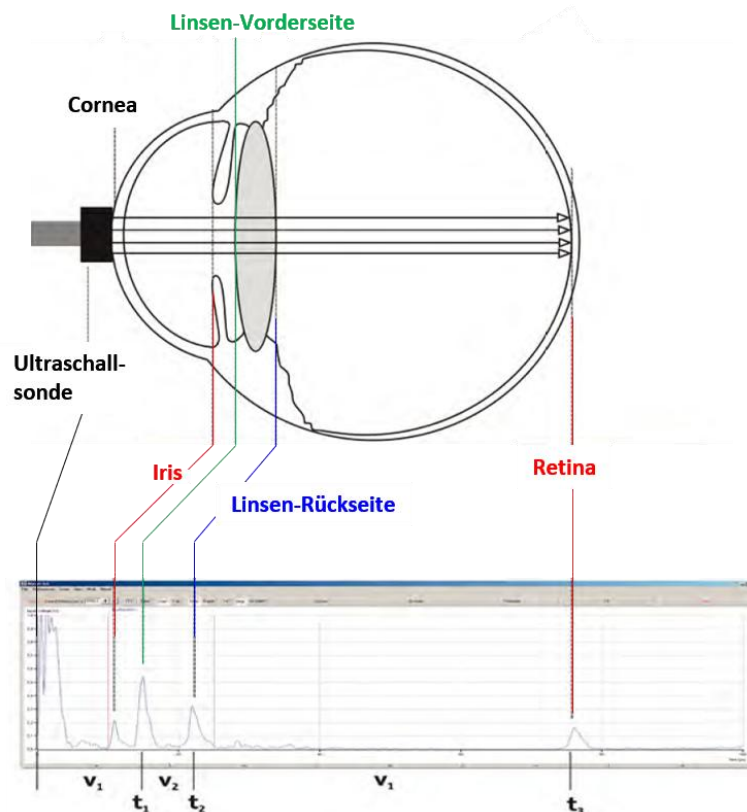

Bild 6: Schematische Darstellung der inneren Struktur des Augenmodells und der zu erwartenden Schallechos bei einer Frequenz von 2 MHz.
- 3.3. Um die innere Struktur (im eindimensionalen Fall) des Augenmodells zu bestimmen, wird die Ultraschallsonde direkt auf die Modellaugenlinse aufgesetzt. Hier muss unbedingt Kontaktgel verwendet werden. Zur Berechnung der Schallwege aus den gemessenen Schalllaufzeiten ist zu beachten, dass in der Hornhaut, der Linse, der Glaskörperflüssigkeit oder den anderen Bereichen des Auges unterschiedliche Schallgeschwindigkeiten auftreten. Im bereitgestellten Augenmodell beträgt die Schallgeschwindigkeit in der Linse etwa 2500 m/s und in der Glaskörperflüssigkeit etwa 1410 m/s. Eine schematische Abbildung des Modellinneren ist in Bild 6 dargestellt. Diskutieren Sie, ob die Ergebnisse in cm im Vergleich zur Größe des Modells sinnvoll sind!